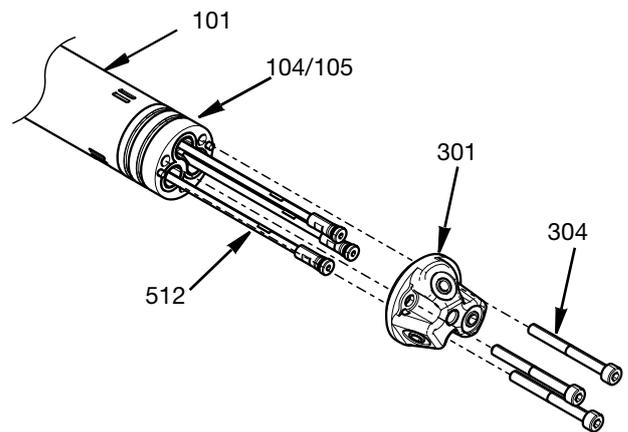

FIG. 12
- Открутите три винта М4 с шестигранной головкой (304), которые крепят головку сопла (301) и адаптер (104/105) к передней части центрального корпуса (101). После этого можно снять штоки запорного клапана (512). См. FIG. 12.